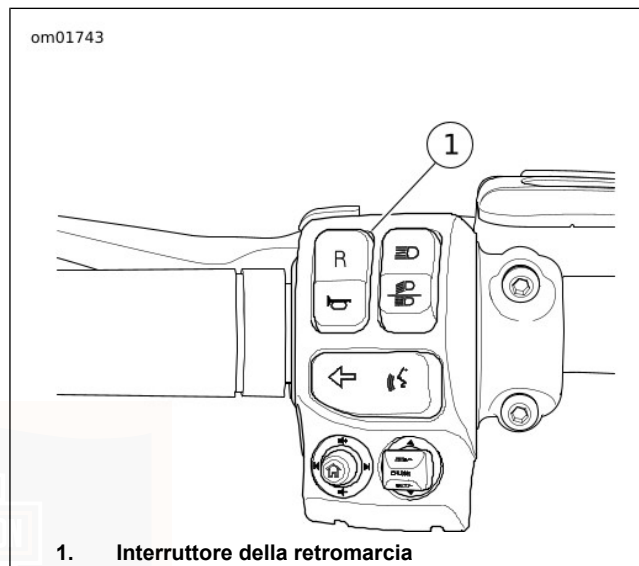

Figura 45. Comandi della retromarcia
2. Vedere Figura 45. Con il motore acceso e il cambio in folle, tenere premuto l'interruttore della retromarcia sui comandi di sinistra fino all'accensione della spia di attivazione della retromarcia. **FLHTCUTG:** la spia sul contagiri indica che la retromarcia è abilitata. Vedere Figura 6. **FLRT:** la spia sul tachimetro indica che la retromarcia è abilitata. Vedere Figura 7. Rilasciare l'interruttore della retromarcia. La spia del folle si spegne all'accensione della spia di retromarcia.